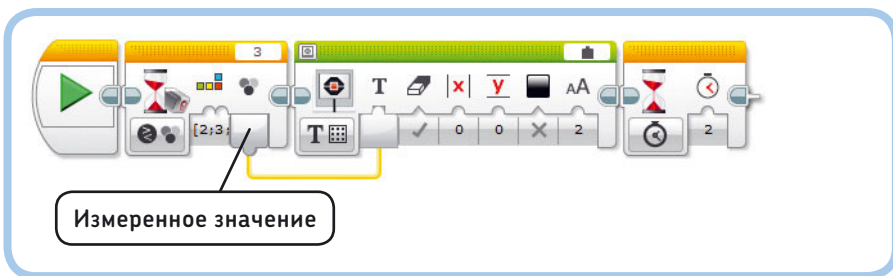

Рис. 14.21. Программа WireWait
определенное условие. Вывод **Измеренное значение** (Measured Value) передает значения, согласно которым блок прекращает ожидание. Например, программа WireWait (рис. 14.21) ожидает, пока датчик цвета обнаружит синий (2), зеленый (3), желтый (4) или красный цвет (5), после чего выводит результат последнего измерения на экран модуля.